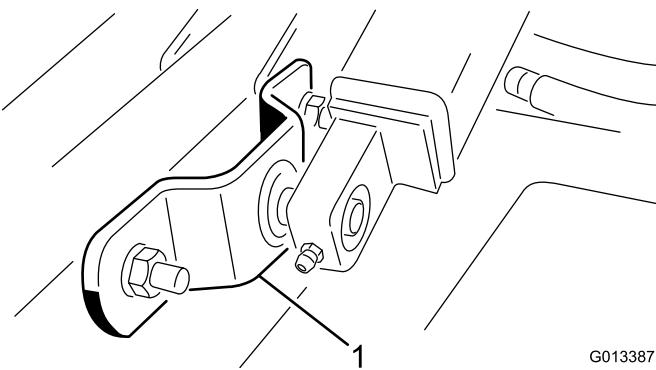

**Figura 7**
- Retire los pasadores de horquilla y las chavetas que sujetan las cadenas de ajuste de la altura de corte a la parte trasera de la unidad de corte (Figura 7).